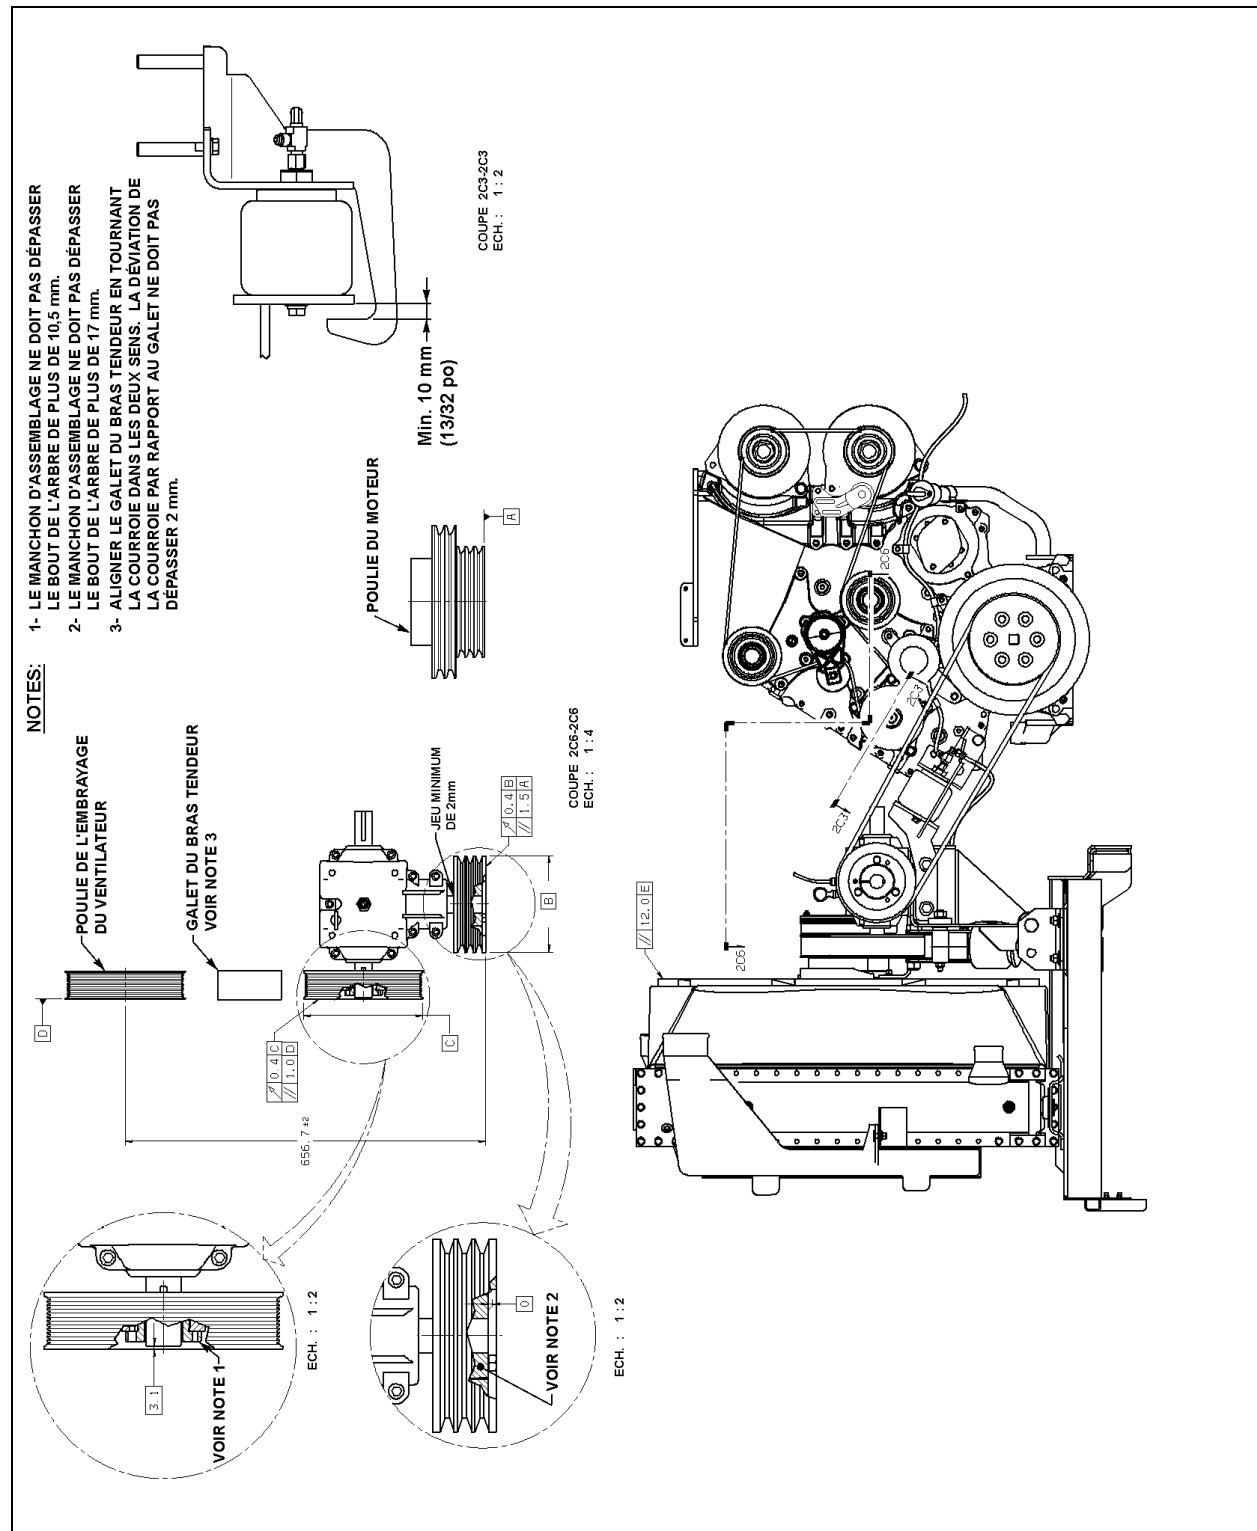

FIGURE 12
28. Installer la poulie (052584) sur la boîte d'engrenages. Fixer le manchon d'assemblage de la poulie sur la bride d'accouplement à l'aide de la clavette et des 3 vis installées sur le manchon en respectant les jeux indiqués à la figure 12.
31. Utiliser une règle pour aligner la poulie de l'embrayage du ventilateur avec la poulie de la boîte d'engrenages. Installer la courroie (5060073) sur les poulies du mécanisme d'entraînement, desserrer les boulons de fixation de la boîte d'engrenages afin de pivoter la boîte et aligner la courroie sur les poulies (Voir figure 12). Resserrer les boulons.